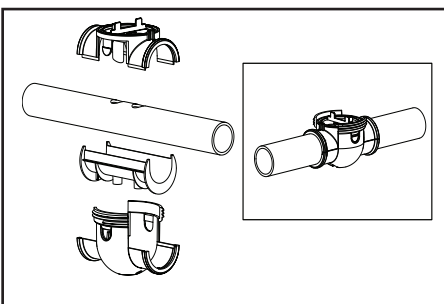
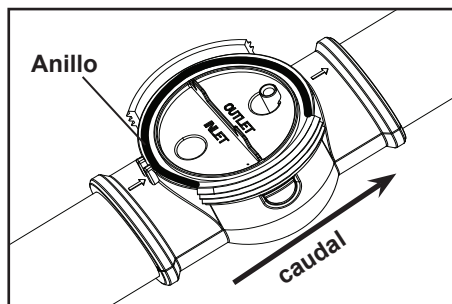

Figura 10. Sujetando las abrazaderas de la celda
Figura 11. Flechas de caudal
11. Asegure las abrazaderas, espaciador de tuberías, y la empaquetadura alrededor de la tubería como se muestra (ver figura 10) **asegurándose de que las flechas de flujo en la abrazadera apunten en la dirección del flujo de agua** (véase figura 11). Asegúrese de que los dos (2) clips a los lados de la abrazadera se sujeten en su lugar.